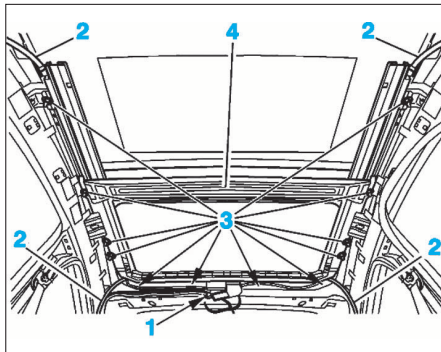

FIG. 72
- Débrancher le connecteur (1) (Fig.72).